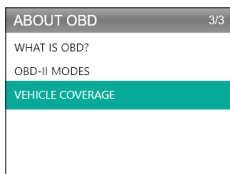

Figura 9.1.2
3. Selecciona SOBRE OBD (Ver la Figura 9.1.2), y presiona [OK]. Aparecerán tres opciones, incluyendo ¿QUÉ ES OBD? (Información general de OBD, MODOS OBDII, COBERTURA DEL VEHÍCULO, modelos compatibles y más).